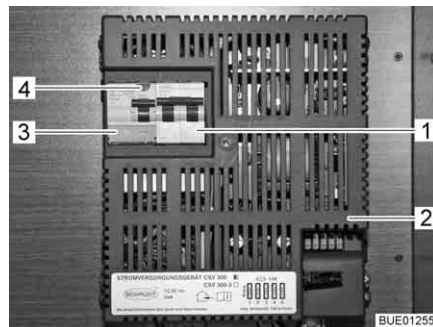

Fig. 130 Fusible automático de 230 V en interruptor FI (CSV 300)
Un interruptor de corriente de defecto (interruptor FI) (Fig. 130,3) en el equipo de alimentación de corriente CSV 300 (Fig. 130,2) asegura el vehículo completo contra corriente de defecto (0,03 A).
Un interruptor de protección de línea de dos polos (Fig. 130,1) postconectado en el equipo de alimentación de corriente protege la red de a bordo de 230 V.
- Si el vehículo está conectado a la alimentación de 230 V, pulsar la tecla de prueba (Fig. 130,4). Se debe activar el interruptor de corriente de defecto (interruptor FI).